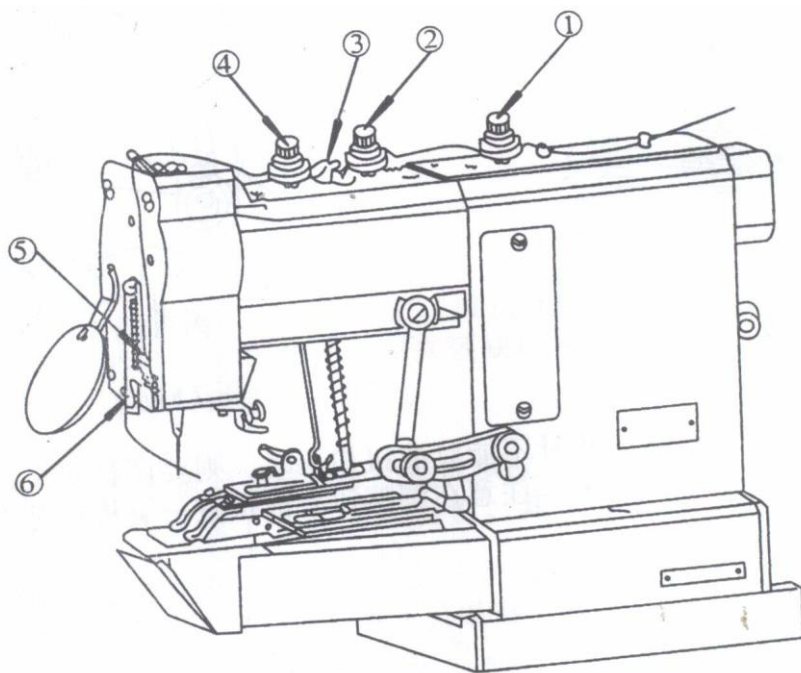

Рис.8
Порядок заправки нити показан на рис.8.
Есть три регулятора натяжения нити, установленные наверху машины, и каждый из них имеет различные функции. Натяжение нити регулятора натяжения (4) (рис.8) должна быть слабой и позволять нити легко тянутся .